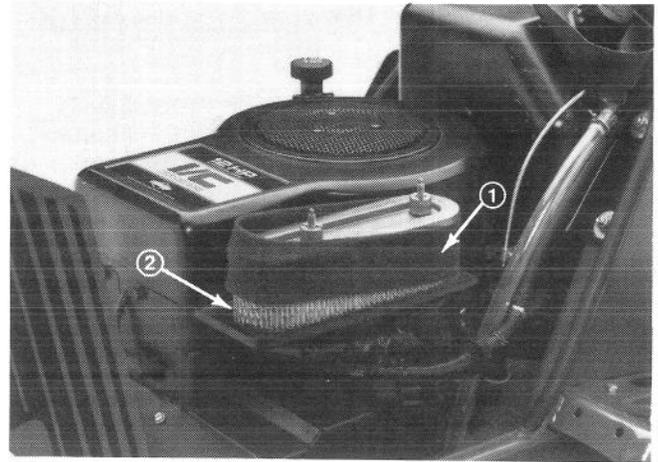

Fig. 11
4. Déposer les (2) écrous situés en haut de la cartouche (Fig. 11).